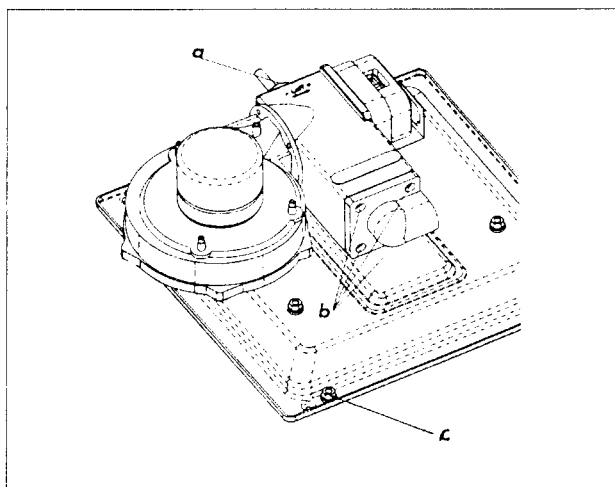

Abb. 6
Vor der Einstellung muß das Gerät gestartet werden. Die Einstellung der Verbrennungsluftmenge erfolgt über die Einstellung des CO₂-Wertes, der sich mittels der Stellschraube a (Abb. 6) verstellen läßt. Bei einer Länge der Einstellschraube von 2,5 cm sollte der Kessel in jedem Fall starten. **Der CO₂-Wert sollte 10% betragen.** Drehung der Stellschraube im Uhrzeigersinn bedeutet eine CO₂-Wert Erhöhung.
- Die vier Inbusschrauben (Abb.6, Pos. b) und die Überwurfverschraubung zwischen dem Gasmagnetventil und dem Wellrohr für die Gaszufuhr lösen.
Den Kessel außer Betrieb nehmen, den Gasabsperrehahn schließen und die Überwurfverschraubung zwischen dem Gasmagnetventil und dem Wellrohr für die Gaszufuhr lösen. Die beiden Stecker unterhalb der Bedienschaltfläche (Abb.2, Pos. 13) abziehen. Nach dem Lösen der vier Inbusschrauben (Abb. 6, Pos. c) kann die komplette Brennerplatte abgehoben werden.